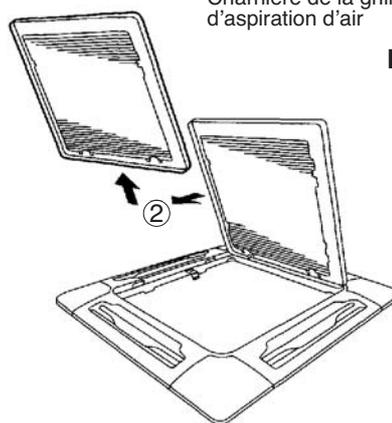
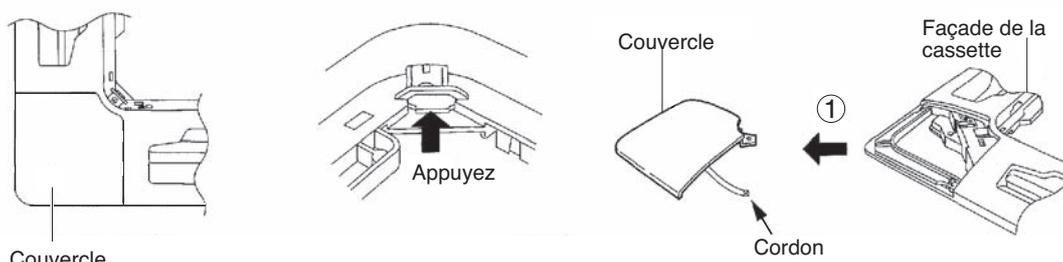

Fig. 9-5
Fig. 9-6
- c) Lorsque la grille d'aspiration est ouverte, retirez la charnière de la grille de la façade de la cassette en la faisant glisser dans le sens indiqué par les flèches ②. (Fig. 9-5)
- (2) Dépose du couvercle
- a) Pour retirer le couvercle, faites-le glisser dans le sens indiqué par la flèche ①. (Fig. 9-6).